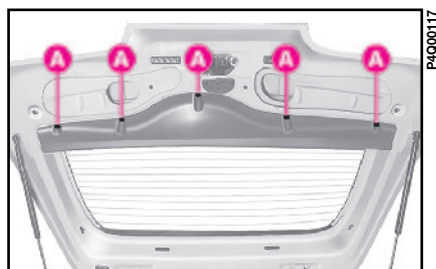

fig. 31
1) dévisser les 5 vis **A-fig. 31** et enlever le cache;